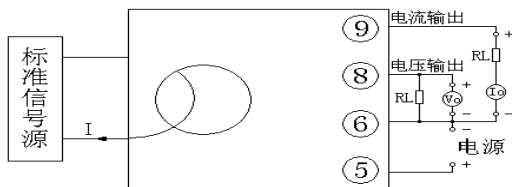

图 6 产品精度试验接线图
- ③ 使变送器卡口套在安装导轨上;
- ④ 松开弹簧销, 变送器即卡在安装导轨上。
- ① 按图 6 中的螺孔位置在固定板上攻丝 M3 螺钉孔;
- ② 使用 M3 的螺钉拧入螺钉孔中固定。